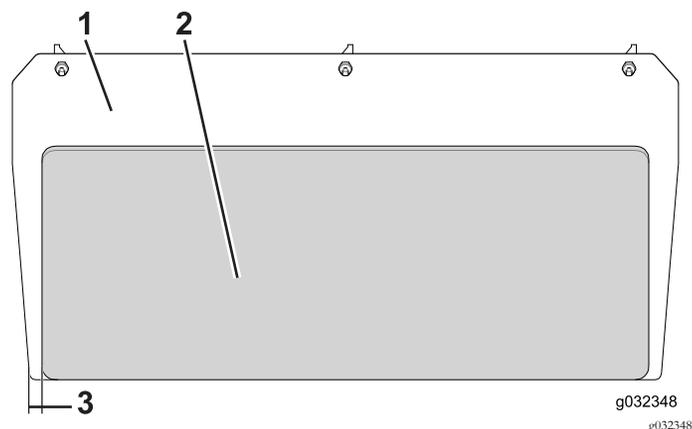

Figura 8
Nota: Centrate lo schermo del pannello posteriore lungo la larghezza della piastra, lasciando 29 mm da ciascun bordo (Figura 8).
4. Rimuovete la pellicola e applicate lo schermo del pannello posteriore sul lato motore del pannello posteriore (Figura 8).